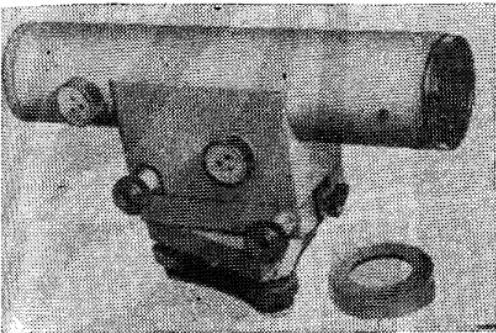

Рис. 15. Нивелир Н2
3.8. Нивелир Н2 (рис. 15) предназначен для производства нивелирования II класса, может применяться для наблюдения за осадками и деформациями зданий и сооружений и при высокоточном монтаже оборудования.